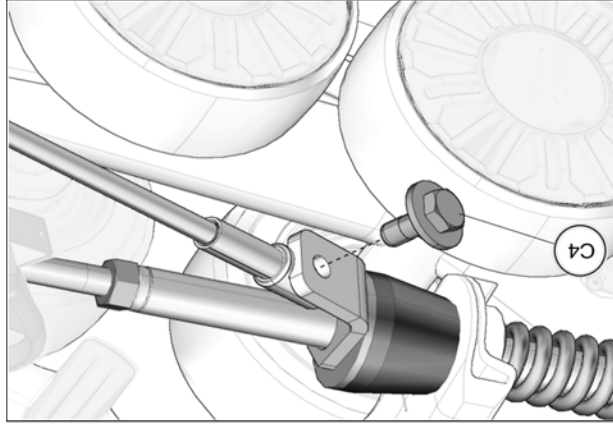

Fig. 28
18. Tourner légèrement le volant dans le sens contraire jusqu'à ce que le câble puisse être fixé à la plaque de support en utilisant le boulon (C4) fourni. Serrer à un couple de 35 N·m [24 lb·pi]. Voir la Fig. 28. Effectuer le même exercice du côté droit.